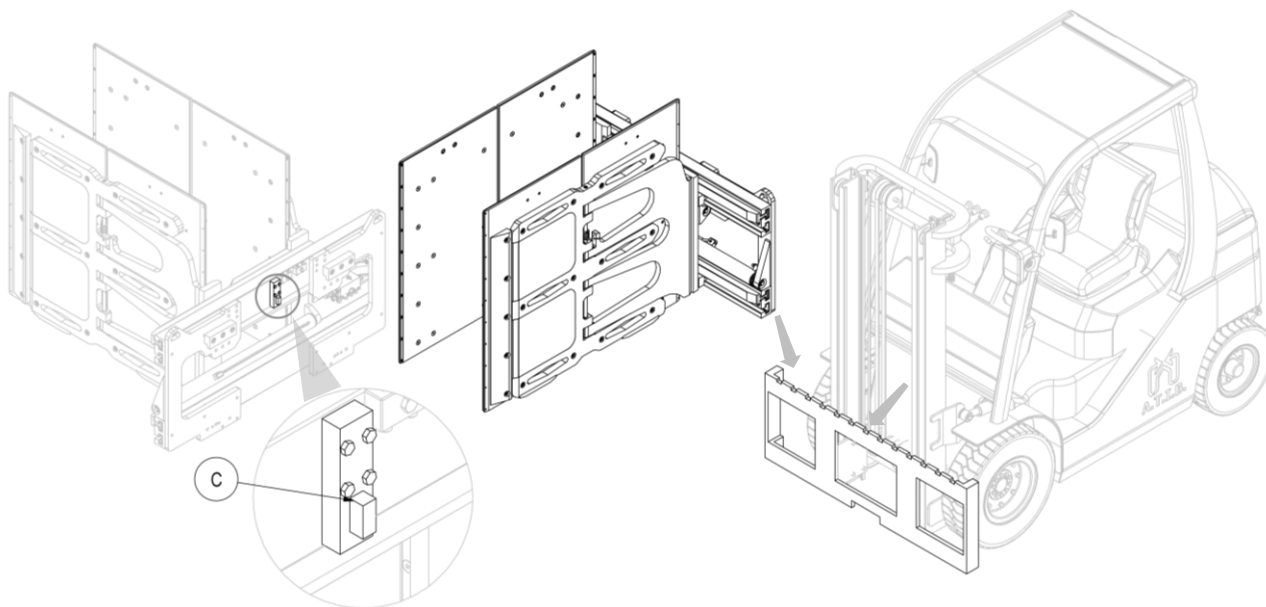

Figura 3
6. Agganciare quindi l'attrezzatura con un carroponte o un paranco di portata sufficiente e posizionarla sulla piastra porta forche, avendo cura di incastrare il dente di centraggio **C** nella tacca centrale della stessa (vedi *Figura 3*) e avendo cura di movimentarla in modo idoneo e sicuro.